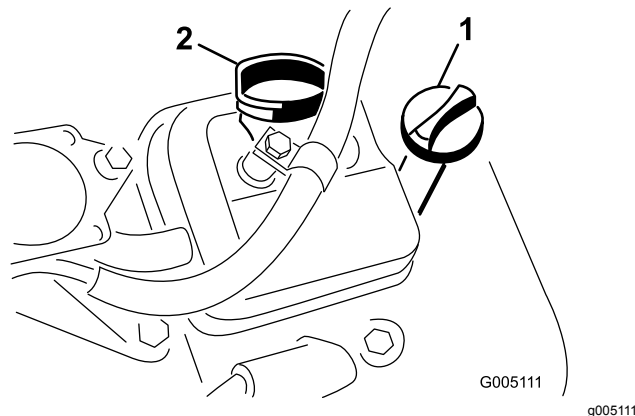

Bild 29
3. Führen Sie den Peilstab in den Füllstutzen wieder ein und schrauben Sie den Peilstab auf den Füllstutzen auf (Bild 29).